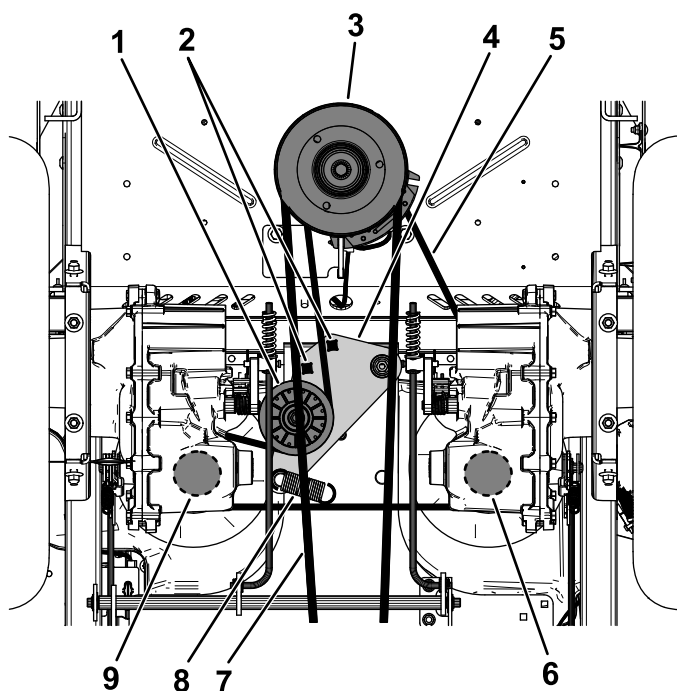

Figure 68
5. Insérez un rochet de ½ pouce ou une poignée articulée dans les trous carrés du bras de la poulie de tension pour détendre le ressort de la poulie de tension (Figure 68).
6. Retirez la courroie existante de la poulie de tension, des 2 poulies d'entraînement de pompe hydraulique et de la poulie du moteur (Figure 68).
7. Chaussez la courroie neuve sur la poulie de tension, la poulie du moteur et les 2 poulies de la pompe hydraulique (Figure 68).